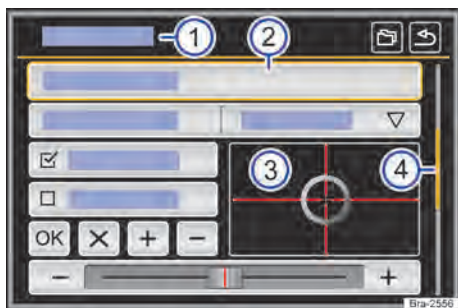

Fig. 111 Representação esquemática: vista geral das possíveis superfícies de função no display.
O aparelho está equipado com um touchscreen (tela de toque) → **Fig. 111** ③.
As superfícies de função iniciam funções ou abrem outros submenus. Em submenus é indicado, na linha do título, o menu atualmente selecionado → **Fig. 111** ①.